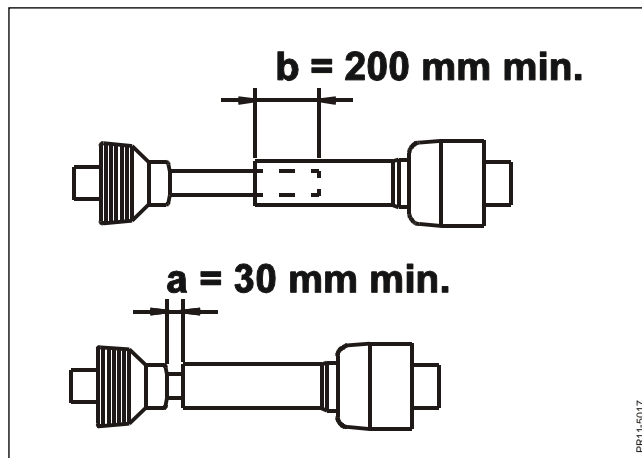

Fig. 2-12
- Fig. 2-12** E El eje de la TDF 7 ajustado a la longitud correcta y montado.
- Fig. 2-12** La longitud del eje de la TDF se ajusta para que en la posición de trabajo presente una superposición mínima de 200 mm. En ninguna posición la compresión supera los 30 mm prescritos con el fin de no alcanzar el final del eje. En la posición máxima hay un solapamiento mínimo de 200 mm.